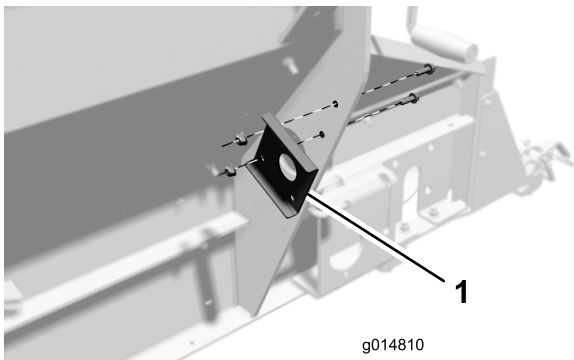

Figura 4
6. Posicionando el soporte según se muestra en Figura 4, sujete un soporte en cada chapa de refuerzo de la tolva con 2 tornillos con arandela prensada de 5/16 x 1 pulgada y tuercas con arandela prensada de 5/16 pulgada. El orificio grande está descentrado y debe estar orientado hacia el exterior de la máquina.